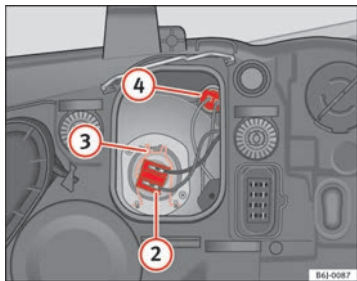

Abb. 134 Standlicht
- Den Stecker ⇒ Abb. 134 ② von der Lampe abziehen.
- Die Haltefeder ⇒ Abb. 134 ③ durch Eindrücken und Rechtsdrehung abnehmen.